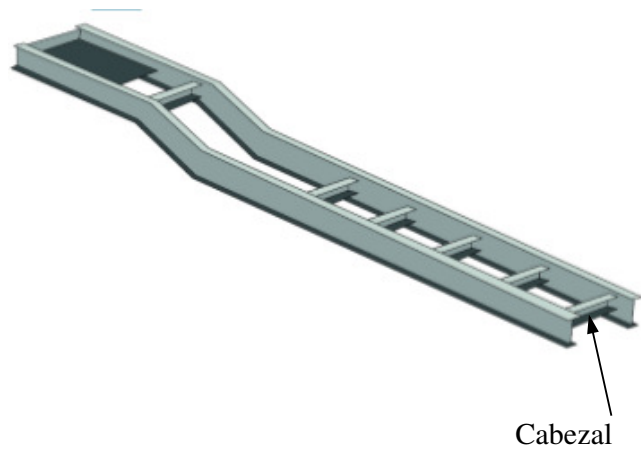
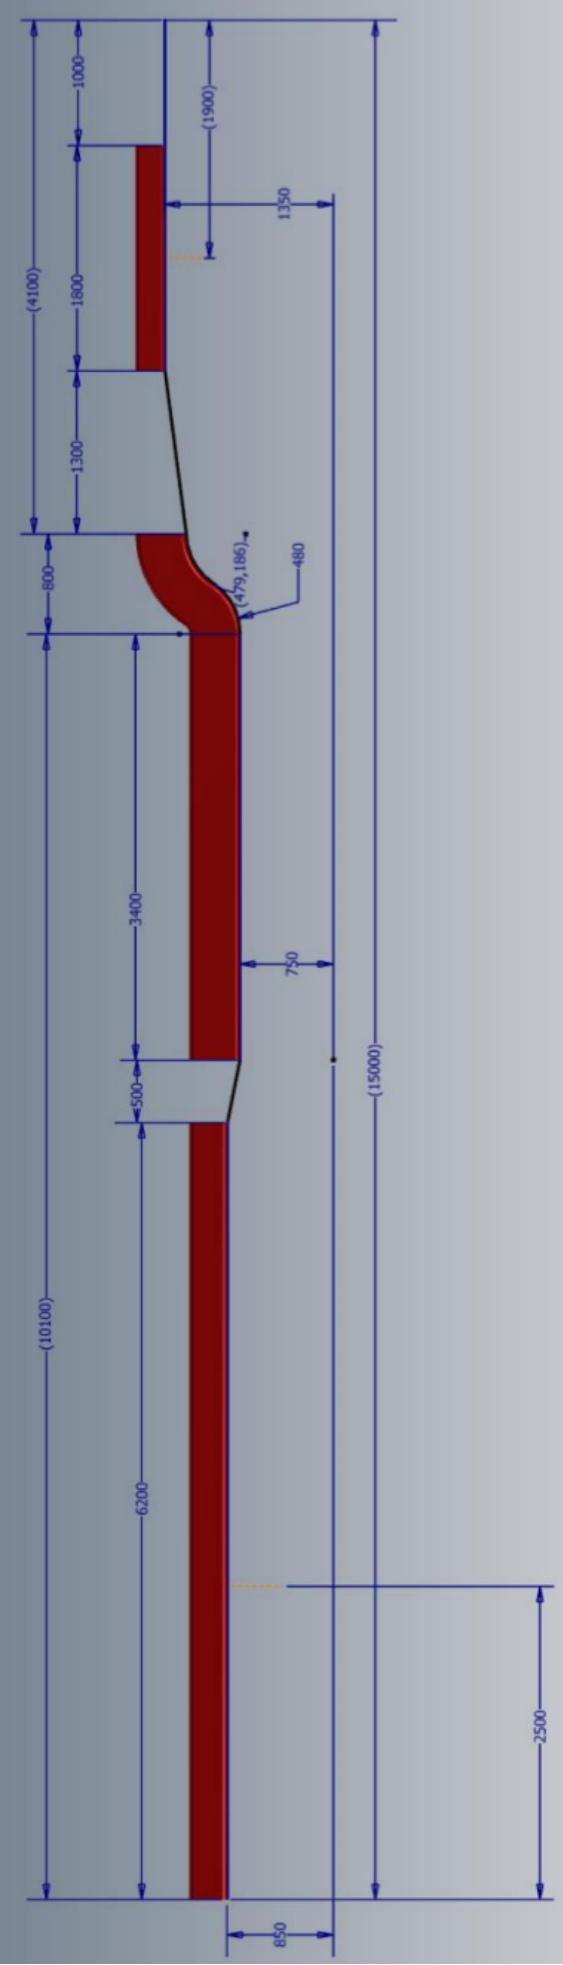
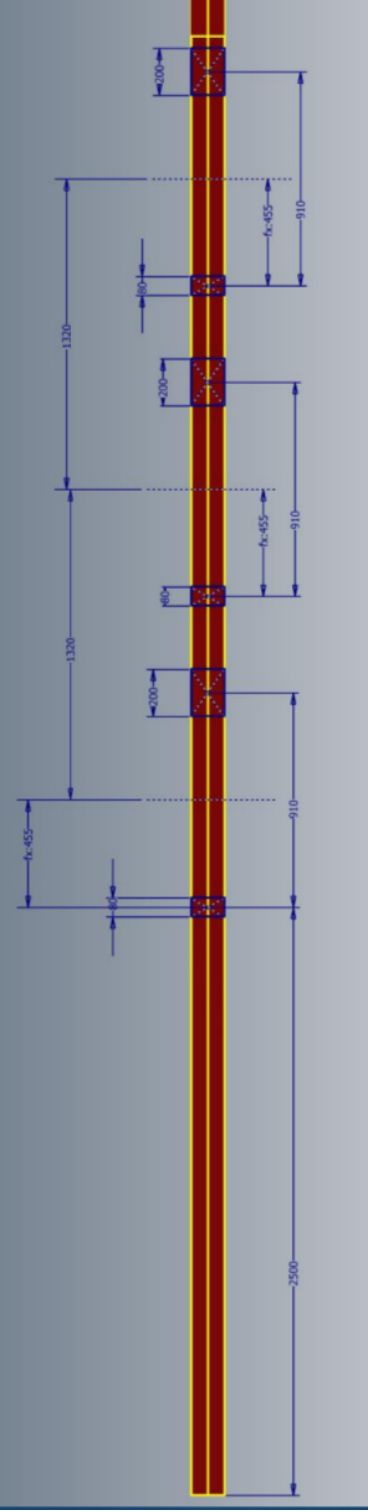

Figura 1: Esquema representativo de la estructura
Figura 3: Plano esquemático con cotas referenciales en mm
Figura 4: Ubicación de la suspensión
**Problema** En este proyecto se propone el desafío de diseñar una estructura (ver figura 1) de un remolque de un camión destinado al transporte de troncos de pinos. La capacidad máxima del remolque es de 30 toneladas. Su diseño debe respetar las medidas básicas establecidas en el plano adjunto (ver figura 3). La suspensión del remolque, debe estar de acuerdo a lo indicado en la figura 4.
En base a las figura 3 y 4, considere los siguientes aspectos:
1. Determinar la cantidad y ubicación de los cabezales (ver figura 1 ), para que la distorsión del equipo sea mínimo. Por ejemplo, si los cabezales deben ir pegados al ala superior o inferior de la viga; atrás, adelantate o alineados con el atril. La función de estos elementos es evitar el desplazamiento lateral de la estructura. Se exige que esta distorsión no sea mayor a 2°.